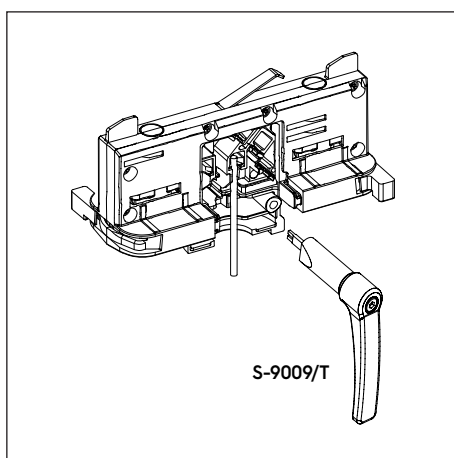
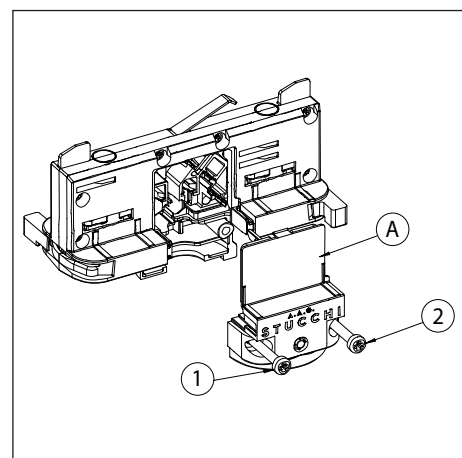

Abb. 1 Stromanschluss Adapter
Abb. 2 Verschließen vom Adapter
Für den Stromanschluss vom Adapter Kabel mit einem Querschnitt von AWG12 verwenden, je nach Stromwert vom Strahler und nach Kabeltyp (verlötet oder verzinkt). Zum Verkabeln vom Adapter das Spezialwerkzeug (Abb. 1) verwenden. Das Werkzeug muss gesondert bestellt werden. Sicherstellen, dass die Polarität vom Adapter entsprechend der Markierungen (L / N / T / D+ / D-) beachtet wird. Gegen den Leiter drücken, bis er korrekt im Kontakt sitzt. Es sind zwei Kabelklemmen verfügbar für Kabel mit einem Durchmesser von 0.24" bis 0.25". S- 9009/10-... (Grundausführung), S9009/BC-... (mit Blockierungsstift aus Plastik). Zur Befestigung der Leuchten am Adapter kann eines der folgenden drei Zubehörteile verwendet werden: S-9009/M10+S- 9009/D-10, S-9009/M10+S-9009/D10, S-9009/51 (Vorsicht: die Kabelklemme S-9009/BC-... eignet sich nicht für die Verwendung mit diesen Zubehörteilen). Wenn die Leuchte am Adapter angeschlossen worden ist, muss die Abdeckung (A) mit den beiden Schrauben (1) und (2) befestigt werden. Die Abdeckung und die Schrauben werden mit dem Adapter mitgeliefert (Abb. 2)..